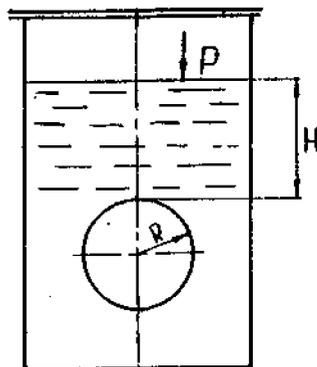

Рис.3.
4. Круглое отверстие радиусом R в боковой вертикальной стенке закрытого резервуара закрыто крышкой и определите силу давления воды на крышку и точку ее приложения, если расстояние от поверхности воды до отверстия H , а избыточное давление на свободной поверхности P /рис.3/.